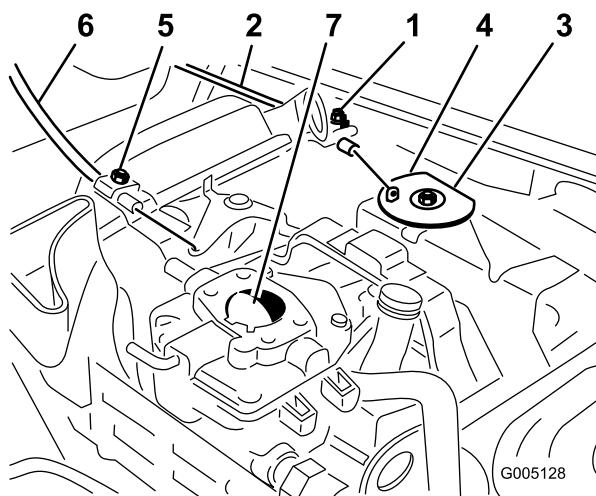

Figura 49
1. Afloje el tornillo de la abrazadera que fija el cable al motor (Figura 49).
3. Tire firmemente del cable del acelerador hasta que la parte trasera del pivote entre en contacto con el tope (Figura 49).
3. Tire firmemente del cable del estárter hasta que la palomilla esté cerrada del todo, luego apriete el tornillo de la abrazadera (Figura 49).